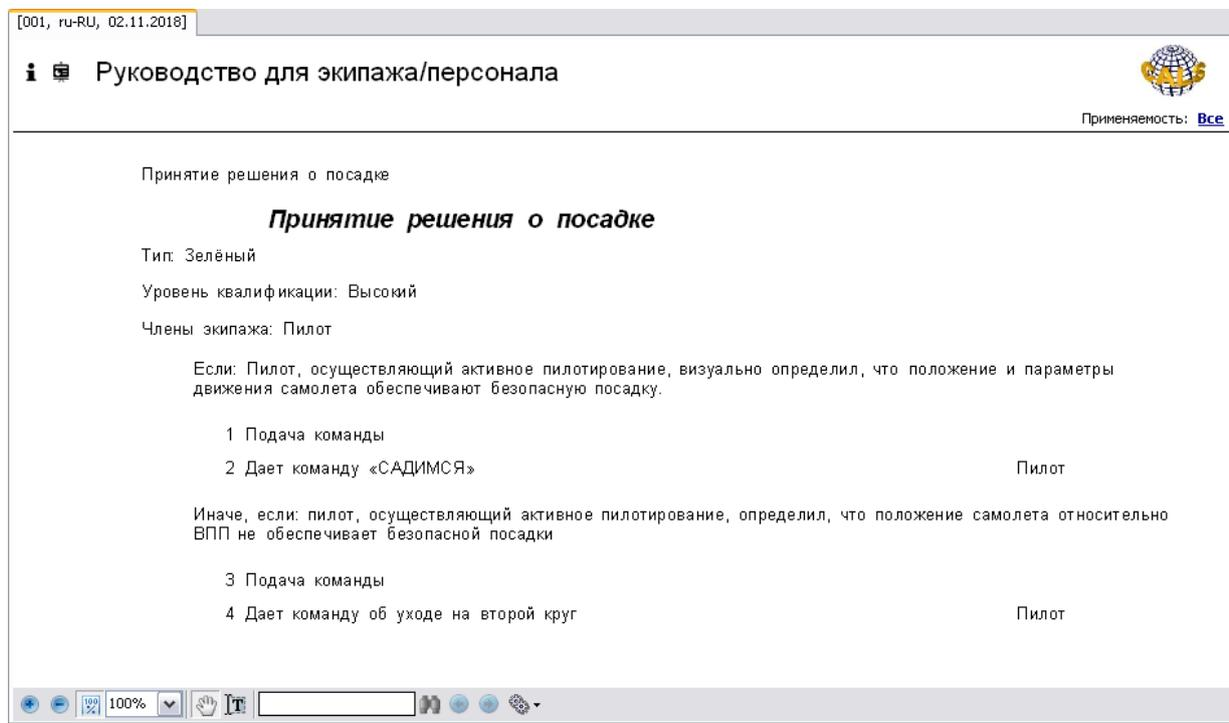

Рис. 167
2) На вкладке **Структура** выберите МД типа «Руководство для экипажа/эксплуатирующего персонала». В правом окне появится содержимое МД (Рис. 167).